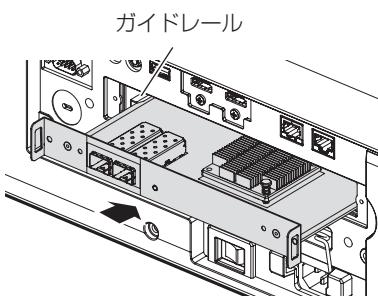

図2
2) ファンクションボードをSLOTアダプターに取り付ける（図2）
2) ファンクションボードを本機に取り付ける(図2)